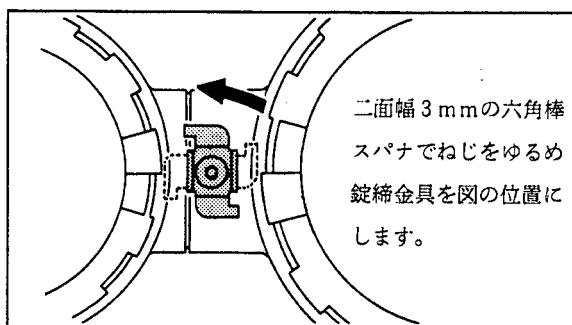
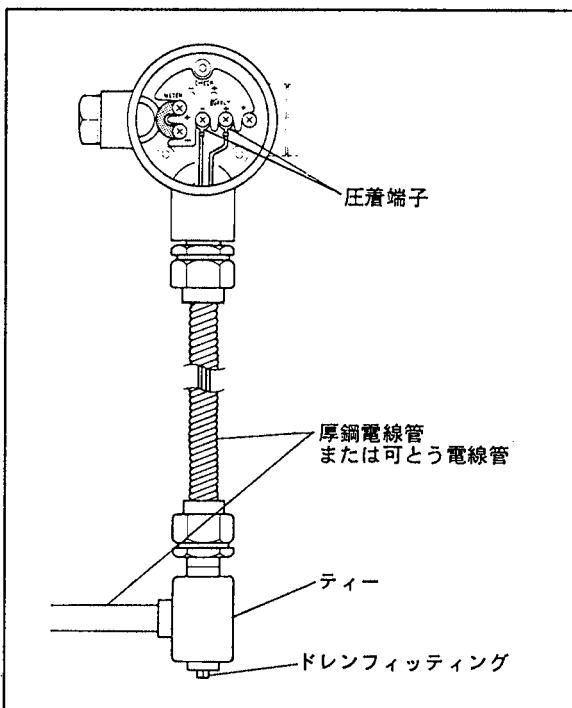
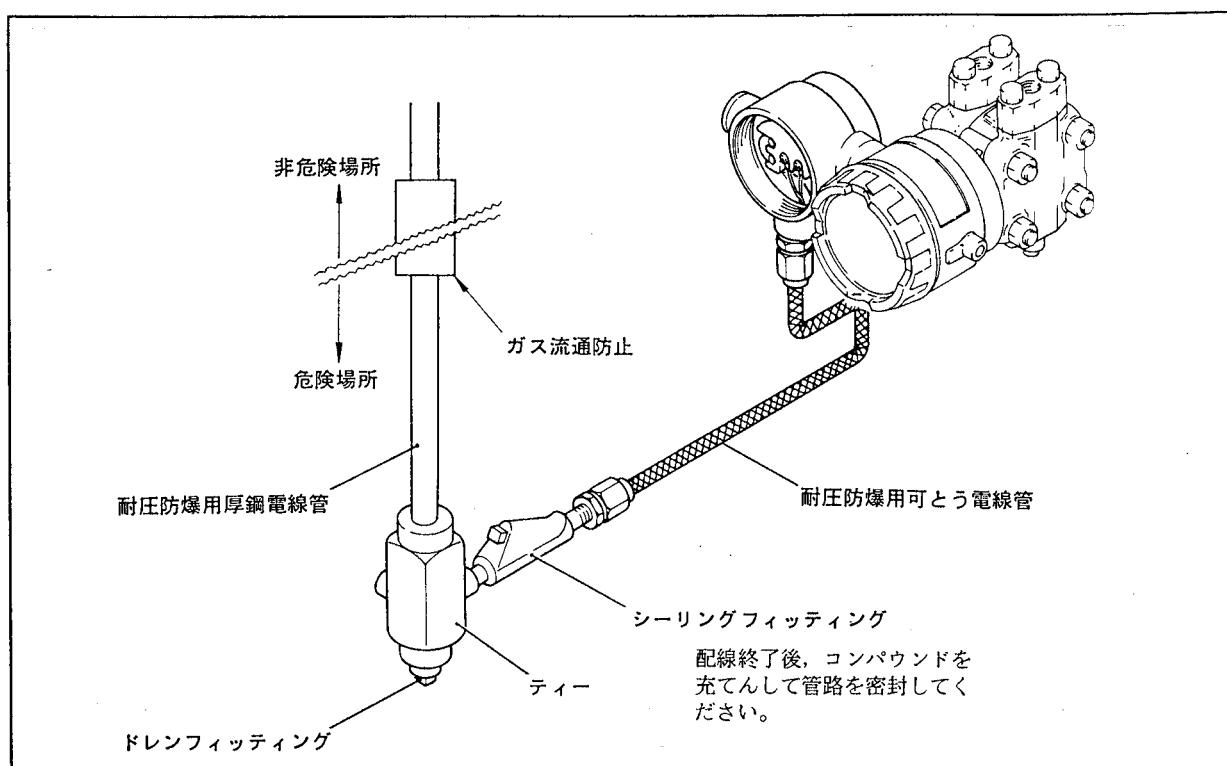

図 4.5 錠締金具のはずし方
図 4.6 電線管を用いた配線(一般形の場合)
図 4.8 耐圧防爆金属管工事
- (1) 大容量の変圧器、モータあるいは動力用電源等のノイズ源を避けて配線してください。
- (2) 配線は端子箱のカバーおよび電源接続口の防塵プラグをはずして配線します。
- 耐圧特殊防爆形のカバーを開けるときは、錠締用のねじをゆるめて錠締金具を図4.5の位置にしなければ開けることはできません。配線が終了しカバーを閉めた時は、必ず錠締金具を締めてください。
- (3) 電線の端末は絶縁スリーブ付き圧着端子（4 mmねじ用）を推奨します。
- (4) 防水あるいは電線の外傷保護等のために、電線管とダクトを用いて配線することを推奨します(図4.6参照)。耐圧特殊防爆形の外部配線は、耐圧防爆性を有する金属管工事(図4.8参照)または当社製の耐圧パッキン用アダプタを用いたケーブル工事を行なってください(巻頭の「耐圧防爆構造の計器についての注意事項」を参照)。
- (5) ケーブル工事に使用する耐圧パッキン用アダプタ(付加仕様)の取付けは、以下の要領で行なってください。